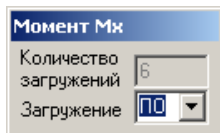

Рис.2.4.6. Окно диалога **Загрузка Мх**
- В открывшемся окне диалога **Загрузка Мх** (рис. 2.4.6) выполните следующие действия: